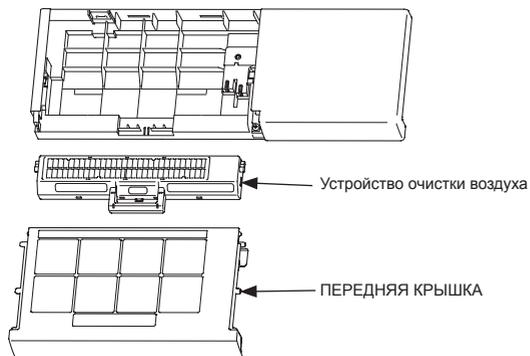

Fig. 7
5) Снимите ПЕРЕДНЮЮ КРЫШКУ, а затем устройство очистки воздуха. (Fig. 7)